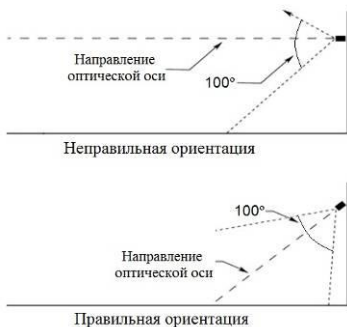

Рисунок 2 – Установка извещателя по отношению к горизонту
- Извещатель должен быть нацелен на объект по нисходящей под углом к горизонту, по крайней мере, 10 - 20 градусов (см. рис. 2). Такая установка предотвращает скопление влаги на оптической части извещателя.